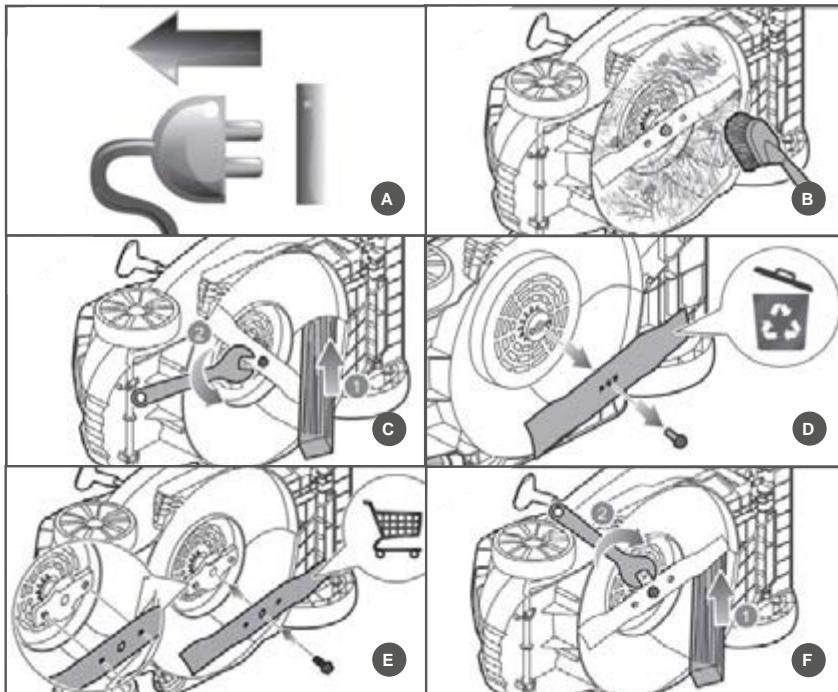

Рис. 17 Замена ножа
2. Возьмите одной рукой нож и крепко держите, или установите деревянный бруск 1 и зафиксируйте нож от проворачивания (Рис. 17).
3. Установите гаечный ключ 2 (в комплектность не входит) и открутите против часовой стрелки болт крепления ножа (Рис. 17).
5. Установите новый нож на адаптер (Рис. 17) так, чтобы:
брюсок и зафиксируйте нож от проворачивания (Рис. 17).